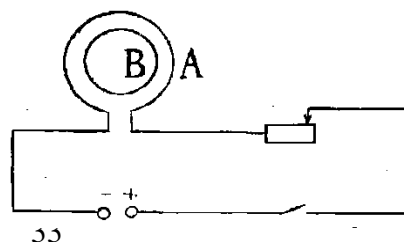

рис.16
2. Найти направление индукционного тока, возникающего в витке В (рис.16), если в цепи витка А ключ замыкают.
2. Найти направление индукционного тока, возникающего в витке В (рис.16), если в цепи витка А при замкнутом ключе скользящий контакт реостата передвигают вправо.
2. Найти направление индукционного тока, возникающего в витке В (рис.16), если в цепи витка А ключ размыкают.
2. Найти направление индукционного тока, возникающего в витке В (рис.16), если в цепи витка А при замкнутом ключе скользящий контакт реостата передвигают влево